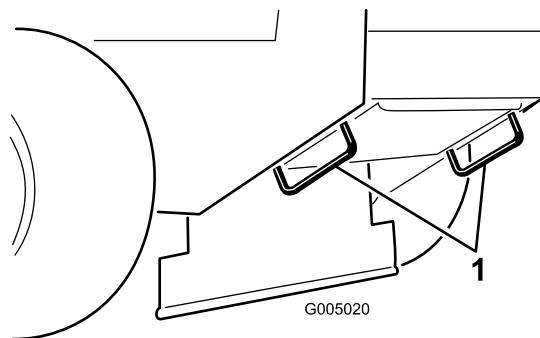

Figure 11
5. Servez-vous des points d'attache en métal de la machine pour arrimer solidement la machine sur la remorque ou le véhicule utilitaire avec des sangles, des chaînes, des câbles ou des cordes (Figure 11).